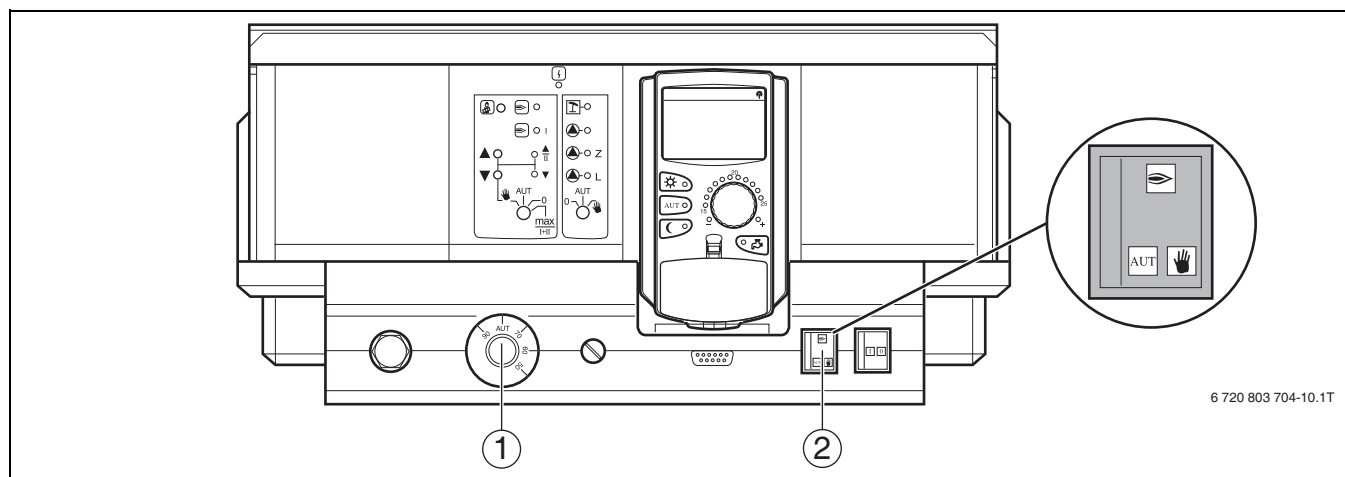

Рис. 13 Проверка STB с переключателем аварийного режима горелки
- ▶ Установите переключатель аварийного режима горелки (→ рис. 13, [2]) на **AUT**.
- ▶ Вставьте ручку регулятора температуры (→ рис. 13, [1]).